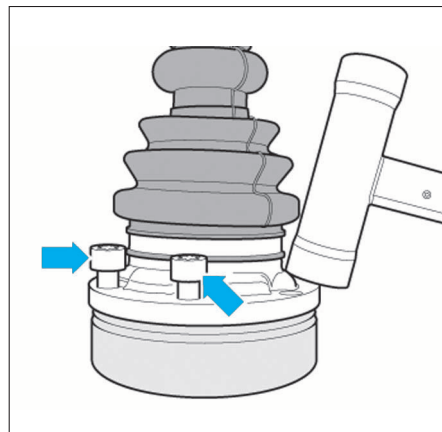

FIG. 12
- Ajuster le soufflet par rapport au joint, en mettant provisoirement en place plusieurs anciennes vis de fixation de la transmission (Fig.12).